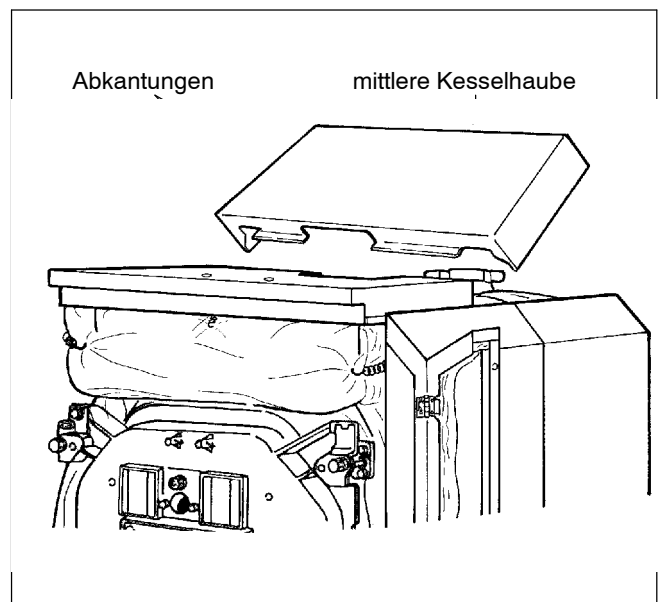

Abb. 40
- Mittlere Kesselhaube mit den Abkantungen (Abb. 40) unter die vordere Kesselhaube schieben und in die Sicke der Seitenwände einlegen.